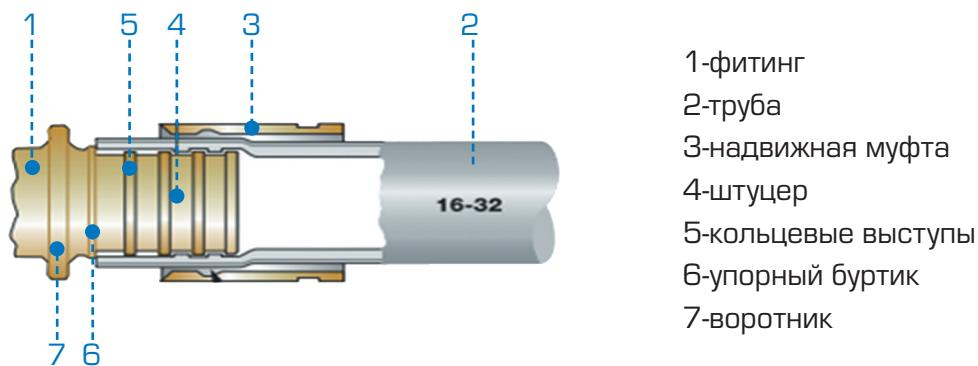

Рис. 1.2.
Прессовые соединительные детали состоят из двух элементов (рис. 1.2): фитинга (1) со штуцером (4) для трубы PE-Xa/EVOH (2) и надвижной муфты (3). Штуцер имеет кольцевые выступы (5) для фиксации трубы на фитинге и герметизации соединения между ними, упорный буртик (6), предотвращающий осевое перемещение трубы относительно фитинга при напрессовке муфты, воротник (7), фиксирующий конечное положение муфты. Размеры фитингов приведены в табл. 2.4.